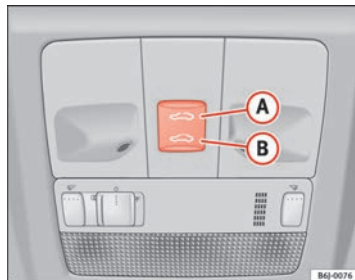

Fig. 52 Techo panorámico / deflector
- Pulse y mantenga pulsado el botón **(B)** ⇒ fig. 52 ⇒ **(A)**, el techo realiza el movimiento de cerrado hasta que se suelta el botón.